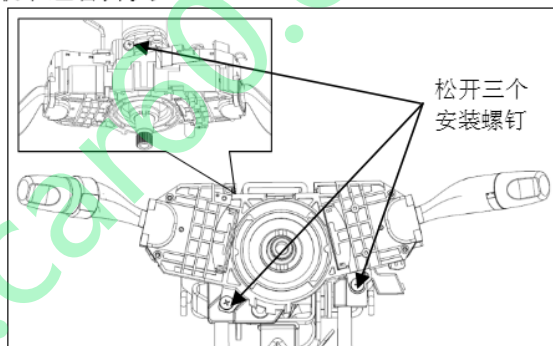

图 27
① 拔下连接在组合开关上的接插件。
② 用十字起松开组合开关的三个安装螺钉（两个位于正面、一个位于背面），如图 27 所示，取下组合开关。